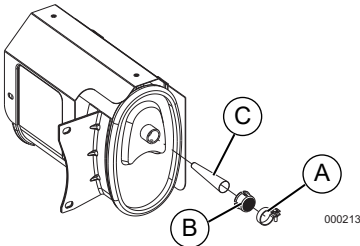

Figure 4-5. Écran du pare-étincelles
1. Desserrez le collier de fixation (A) et retirez la vis. Voir **Figure 4-5**.
2. Inspectez l'écran (B) et remplacez-le s'il est tordu, perforé ou endommagé. Si l'écran semble en bon état, nettoyez-le à l'aide d'un solvant disponible dans le commerce.
3. Remettez le cône (C) et l'écran (B) du pare-étincelles en place. Fixez-les à l'aide de la vis et du collier de fixation (A).